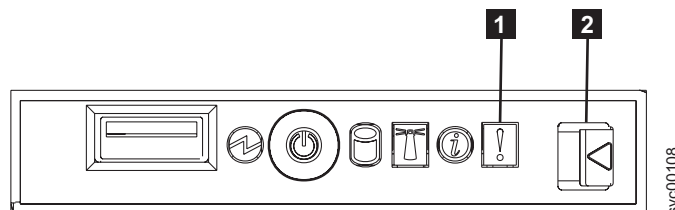

図 59. SAN ボリューム・コントローラー 2145-8F4 オペレーター・パネル表示装置
1. SAN ボリューム・コントローラー 2145-8F2 または SAN ボリューム・コントローラー 2145-8F4 のオペレーター・パネルでエラー LED が点灯、または明滅していますか? 図 59 を参照してください。